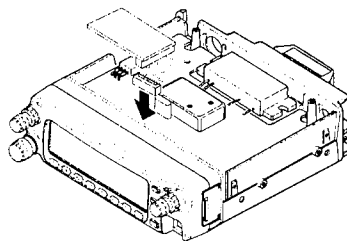

Figure 2
- En vous reportant à la figure 2, repérer le connecteur 12 broches à l'intérieur de la façade avant. Enficher le FTS-22 dans le connecteur.
- Enlever la couche de protection de la bande collante fournie avec le FTS-22 et coller le module à l'endroit désigné sur la figure 2, comme l'emplacement du FTS-22.